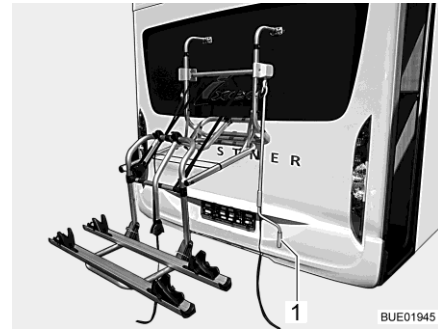

Bild 3 Fahrradträger, abgesenkt
- Handkurbel (Bild 3,1) am Fahrradträger ansetzen und Fahrradträger auf Griffhöhe ablassen.